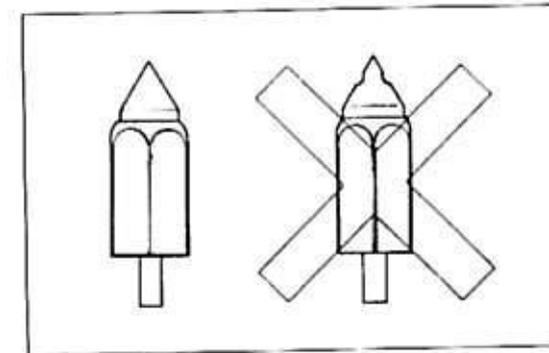

Bild 45
-  Schwimmerstand mit Mess-Schieber bei geschlossenem Schwimmerventil messen. Abstand Schwimmer-Unterkante/Gehäusekante muss bei anliegendem, jedoch nicht eingedrücktem Ventilkegel, am hinteren Vergaser ① $27,7 \pm 0,5$ mm betragen. Korrekturen durch Nachbiegen der Schwimmerzunge vornehmen.
-  Sämtliche Düsen und Kanäle mit Druckluft durchblasen, keinesfalls mit Nadel oder Draht reinigen! Ausnahme: Filtersieb am Schwimmerventil mit feinem Pinsel auswaschen. Schwimmerventil-Kegel darf keine Riefen oder Kerben haben (Bild 45).